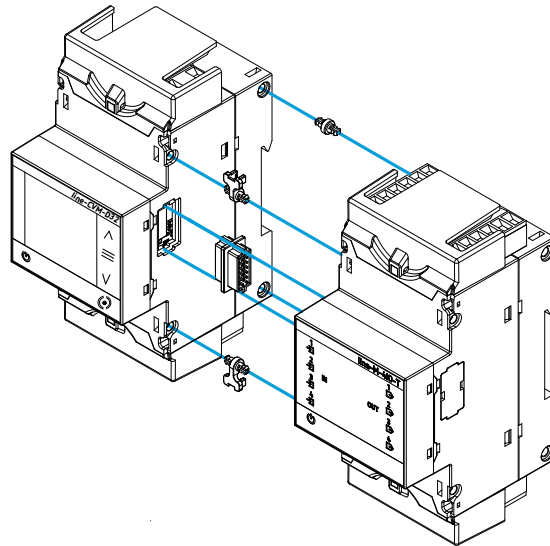

Figura 4: Instalación paso 2.
2.- Insertar en uno de los equipos el conector de expansión y los clips de sujeción (Figura 4).